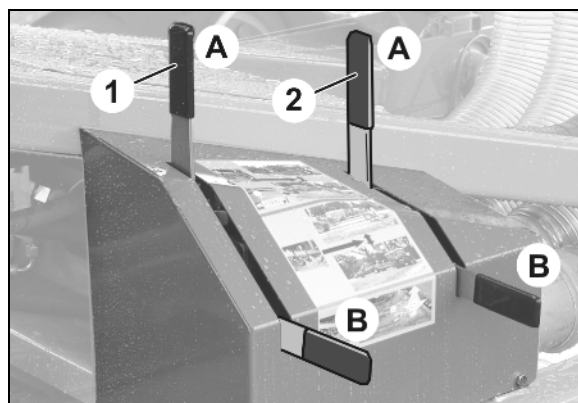

Fig. 107
- Klap hækrammen ind til den hælder ca. 80° (Fig. 107).